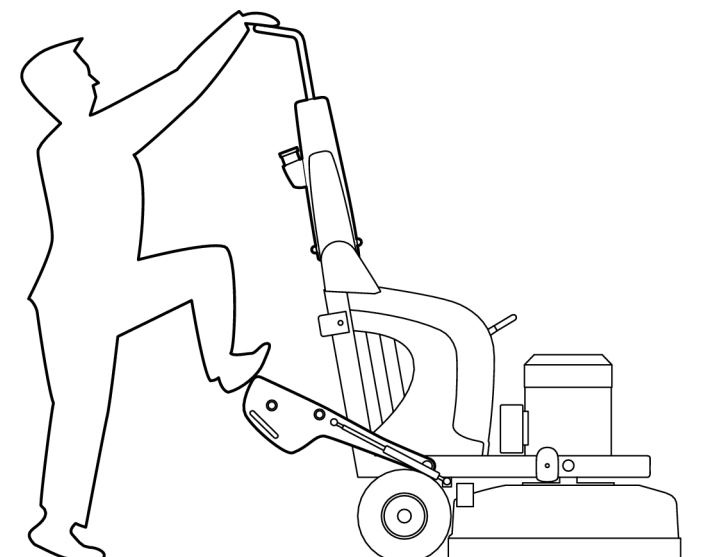

Bild 4-9. Fot på vikt
2. Fäll vikterna bakåt och sätt ena foten mot en av vikterna, se Bild 4-9, sidan 21.